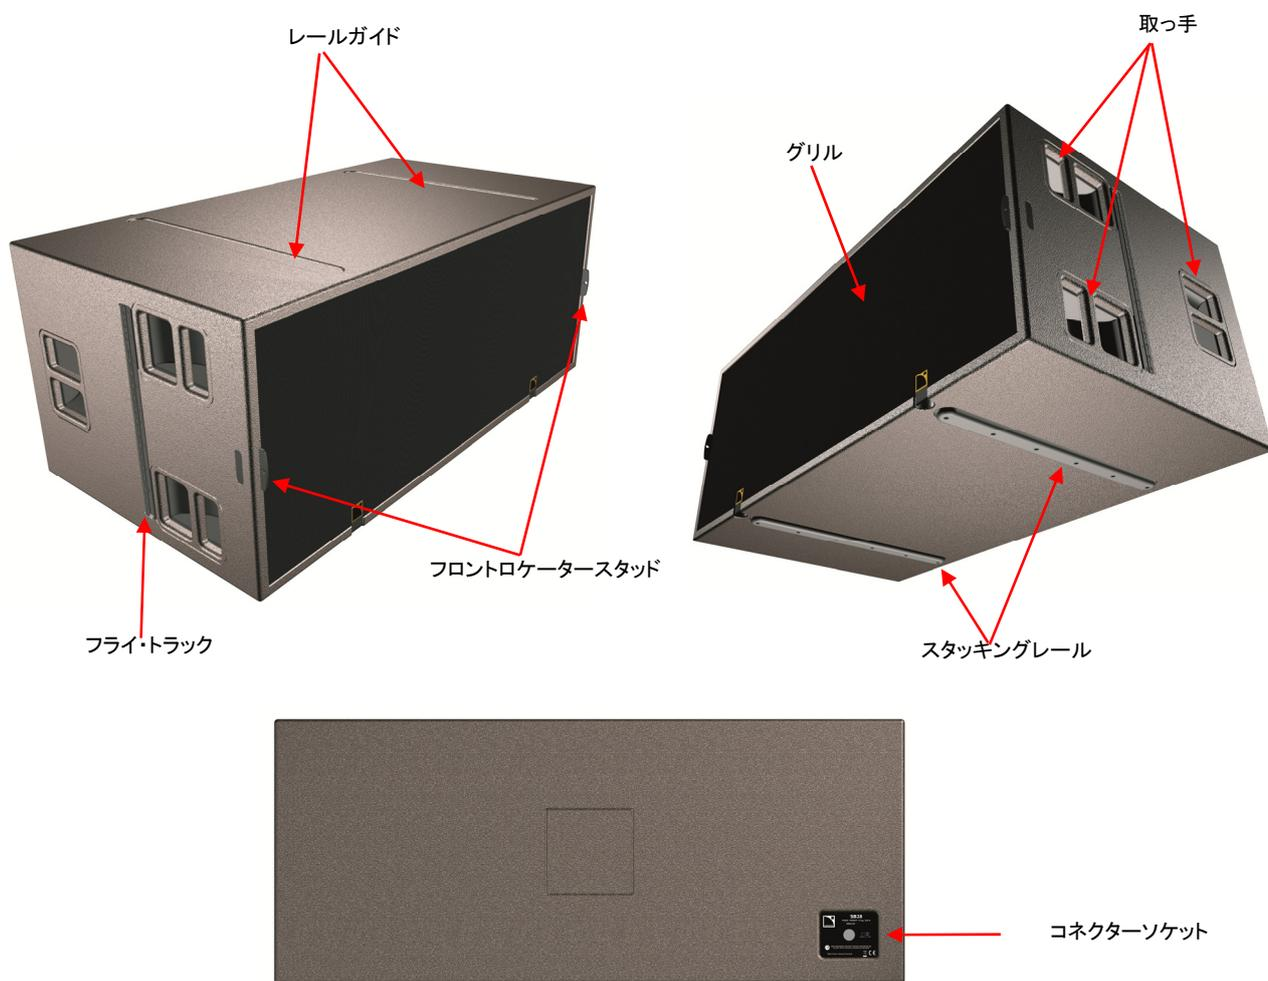

図 3: SB28 サブウーファーエンクロージャー
オプションでL-ACOUSTICS® SB28PLAドリー(図2)があります。SB28 エンクロージャーのフロントにあるスタッド(図3)に、ドリーの2つのピンを挿しこんでください。これにより、エンクロージャーの簡単な搬送と保護が可能となります。
- スタッキングでの垂直アレー:スタッキング用に組み込まれたレールとレールガイドを使用し、SB28エンクロージャーを6台までスタッキング可能(図3)